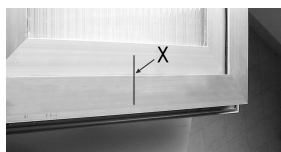

Abb. 12
- i) Den Antrieb um 90° drehen, das Kettenendstück dem Bügel annähern und den Stift in das Langloch des Bügels einführen. Den Schnellanschluss am Bügel einrasten lassen (Abb. 12)
- A. Planmontage des Antriebs bei nach außen ausstellbaren Klapp-Schwing-Fenstern. (Abb.12)